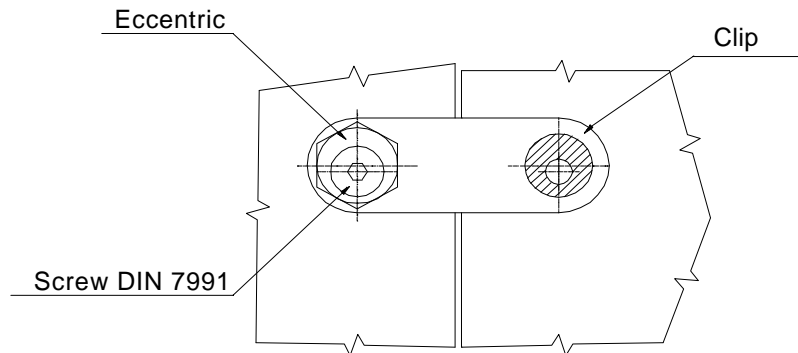

Fig. 3 - Raccordement des caissons
- Le raccordement des caissons s'effectue en vissant dans les angles les pattes avec excentriques (fig 3).